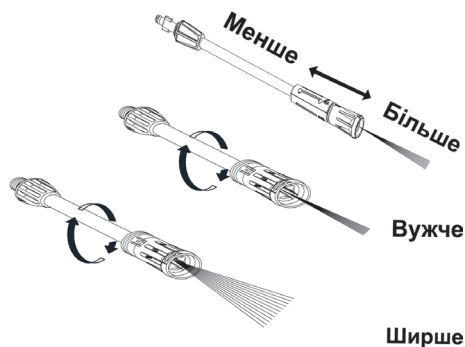

Рисунок 5. Схема регулювання форми вихідного струменю універсальною форсункою.
Регульована форсунка («Вужче»/«Ширше») дає змогу отримати струмінь необхідної форми та з різним напором і впливу на поверхні, які очищуються. Чим більша площа розпилення, тим менше енергія струменю. Регулювання форми вихідного струменя здійснюється рухом універсальної форсунки водяного пістолета (рис. 5): рух корпусу форсунки «вперед/назад» уздовж вісі водяного пістолета впливає на напір струменю; обертання корпусу форсунки «ліво/право» змінює форму струменю.
5.3.2 Під час використання рідких мийних засобів вихідна форсунка водяного пістолета має бути налаштована на низький тиск регулятором (вперед/назад — «Більше»/«Менше») на пістолеті високого тиску, рис. 5).